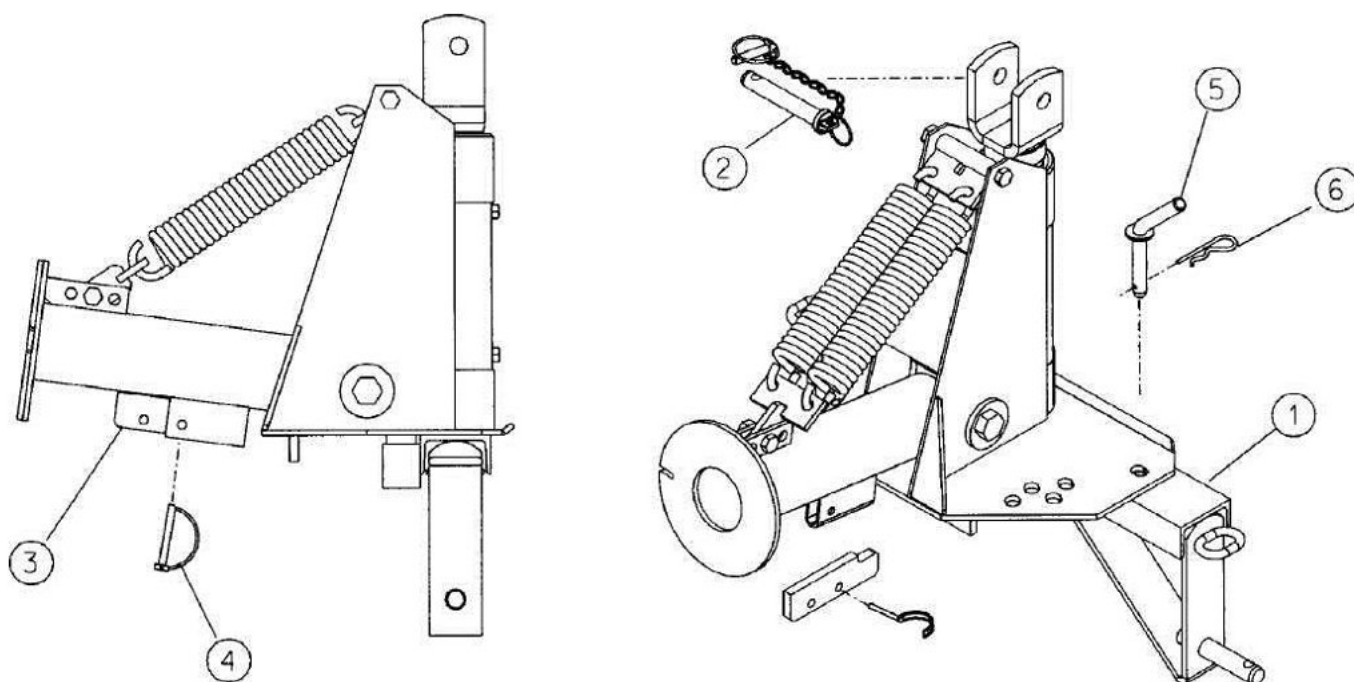

Рис. 9 Рама навески граблей
2.2. Установите верхний кронштейн суппорта в центральный винт навесного устройства трактора и зафиксируйте, используя штифт (2), (рис.9). Присоедините боковые кронштейны опоры (1) к шарнирам продольных тяг трактора.